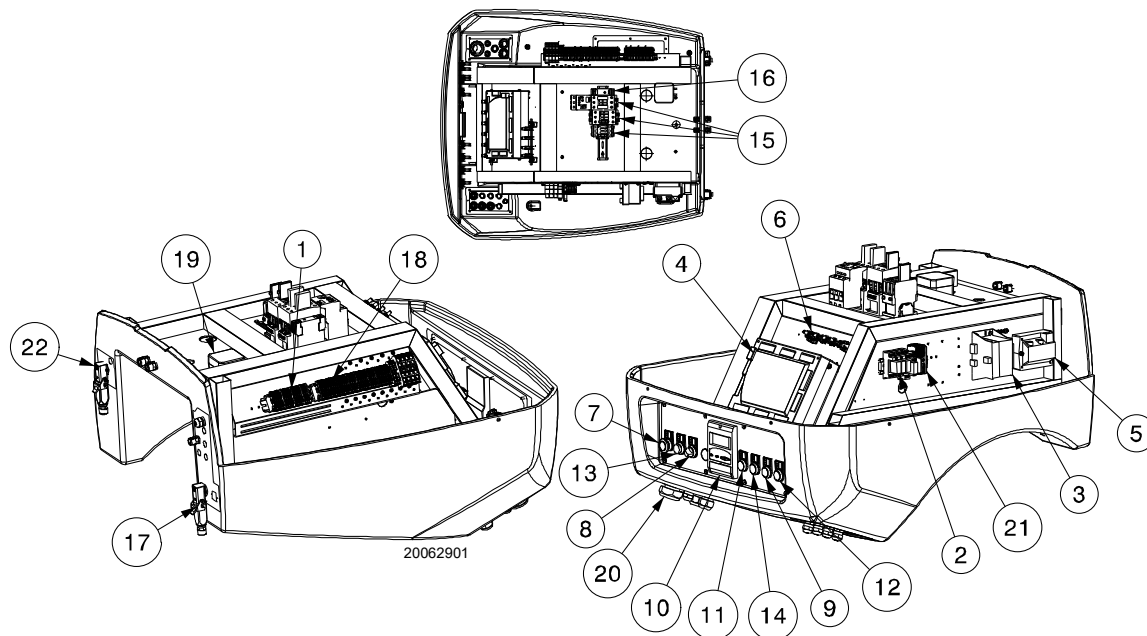

Fig. 5
- **Blocco controllo fiamma:** l'accensione del pulsante 13 (Fig. 5) (**led rosso**) avverte che il bruciatore è in blocco. Per sbloccare premere il pulsante 13 (Fig. 5).